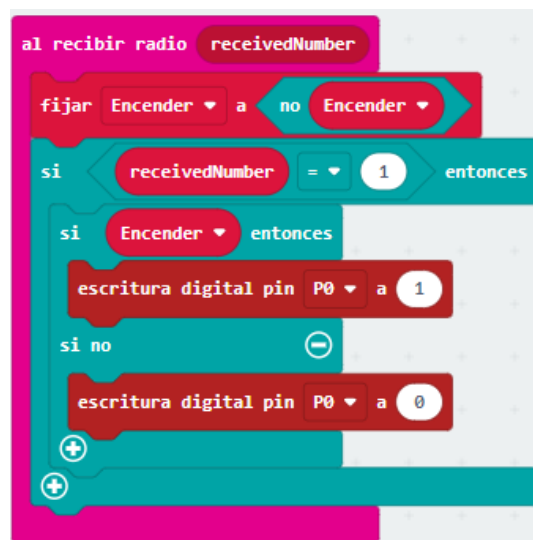

Figura 6.
8. De la categoría “**Lógica**” sacamos un bloque  y lo encajamos dentro del bloque . La variable  la reemplazamos por la variable  de la categoría “**Lógica**” y en los dos espacios vacíos, insertamos bloques  que podemos tomar de la categoría “**Avanzado** → **Pines**”, como se muestra en la figura 6.